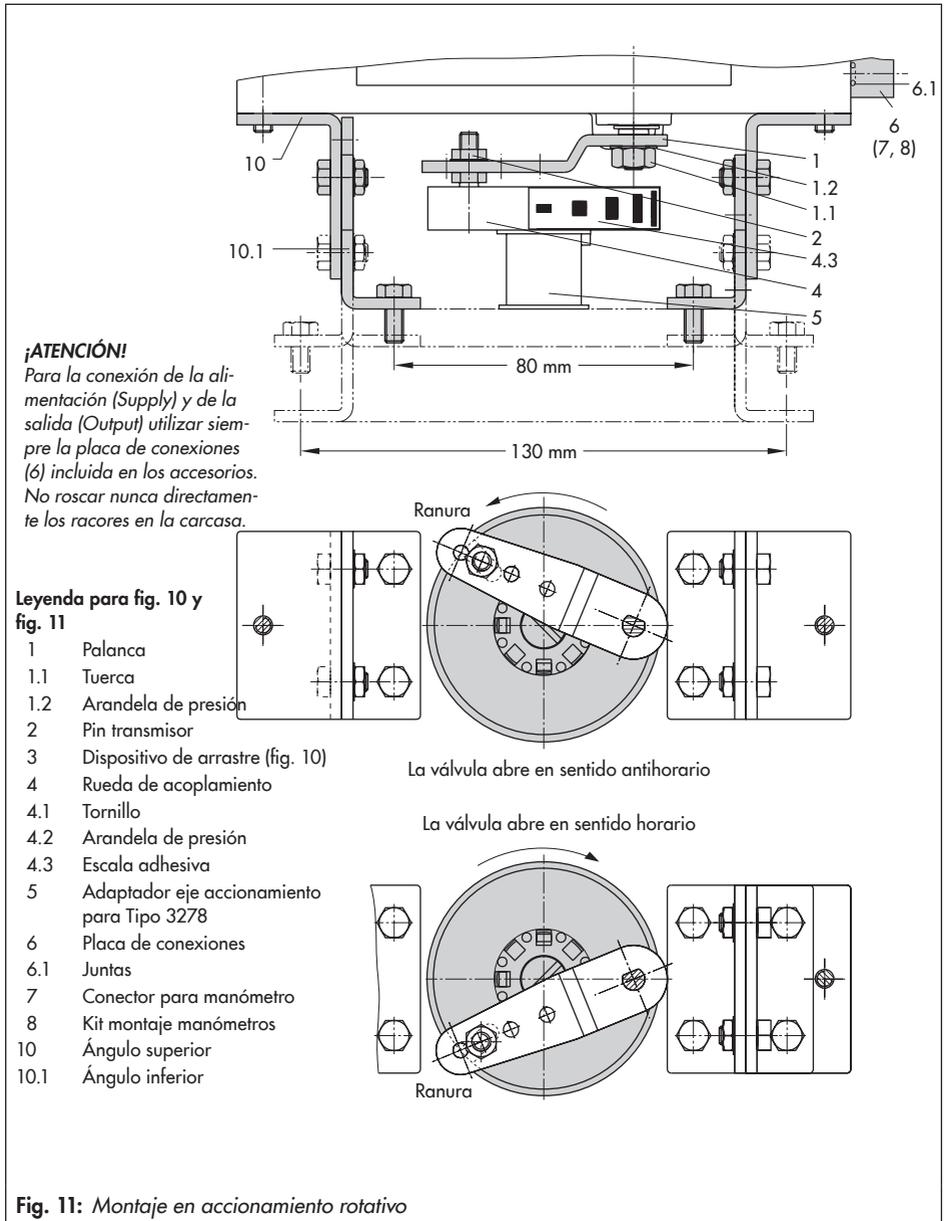

Fig. 11: Montaje en accionamiento rotativo
1. Colocar el dispositivo de arrastre (3) en la ranura del eje del accionamiento o de la pieza distanciadora (5).
2. Colocar la rueda de acoplamiento (4) encima del dispositivo de arrastre (3) con la cara lisa del lado del accionamiento. Colocar la rueda de forma que, con posición de válvula cerrada, la ranura coincida con el sentido de giro según la fig. 11.
4. Fijar los dos ángulos inferiores (10.1) encima del accionamiento, hacia dentro o hacia fuera según la superficie del accionamiento. Colocar y atornillar los ángulos superiores (10).
5. Montar la placa de conexiones (6) o el conector para manómetro (7) con manómetro al posicionador, cuidando que las juntas queden en su lugar. **En accionamientos de doble efecto** sin resortes, se necesita montar un amplificador-inversor, ver cap. 4.6.
6. Destornillar el pin (2) estándar de la palanca **M** (1) del posicionador. Utilizar el pin ($\varnothing 5$ mm) de los accesorios de montaje y atornillarlo en orificio para posición **90°**.
7. Colocar el posicionador encima del ángulo superior (10) y fijarlo. Al hacerlo colocar la palanca (1) de forma que, teniendo en cuenta la dirección de giro del accionamiento rotativo, el pin transmisor encaje en la ranura de la rueda de acoplamiento (4) (fig. 11). En cualquier caso se tiene que cumplir que a mitad de recorrido la palanca (1) quede paralela longitudinalmente al posicionador.